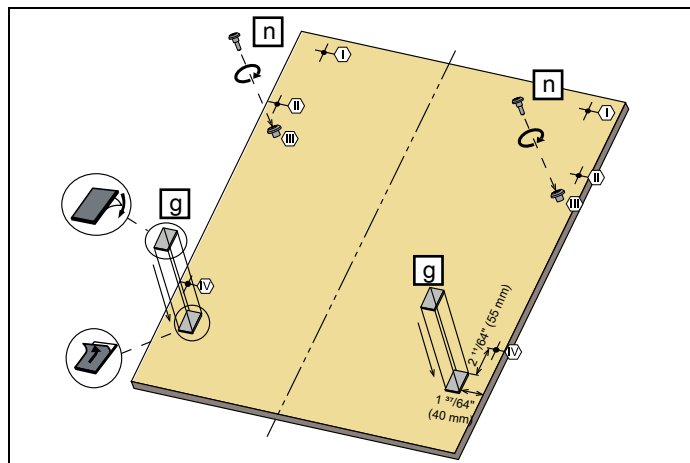

Fig. 20
- 4) Comme illustré dans la Fig. 20 , des bandes de fixation de porte en bois sont installées dans les positions indiquées sur la figure.